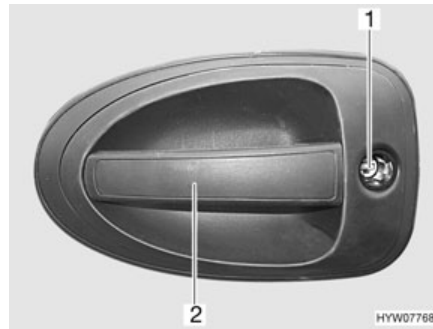

Fig. 40 Serrure de la porte chauffeur, à l'extérieur
- Insérer la clé dans le barillet (Fig. 40,1) et la tourner jusqu'à ce que la serrure de la porte soit déverrouillée.
- Tirer sur la poignée de la porte (Fig. 40,2). La porte est ouverte.
- Insérer la clé dans le barillet (Fig. 40,1) et la tourner jusqu'à ce que la serrure de la porte soit verrouillée.